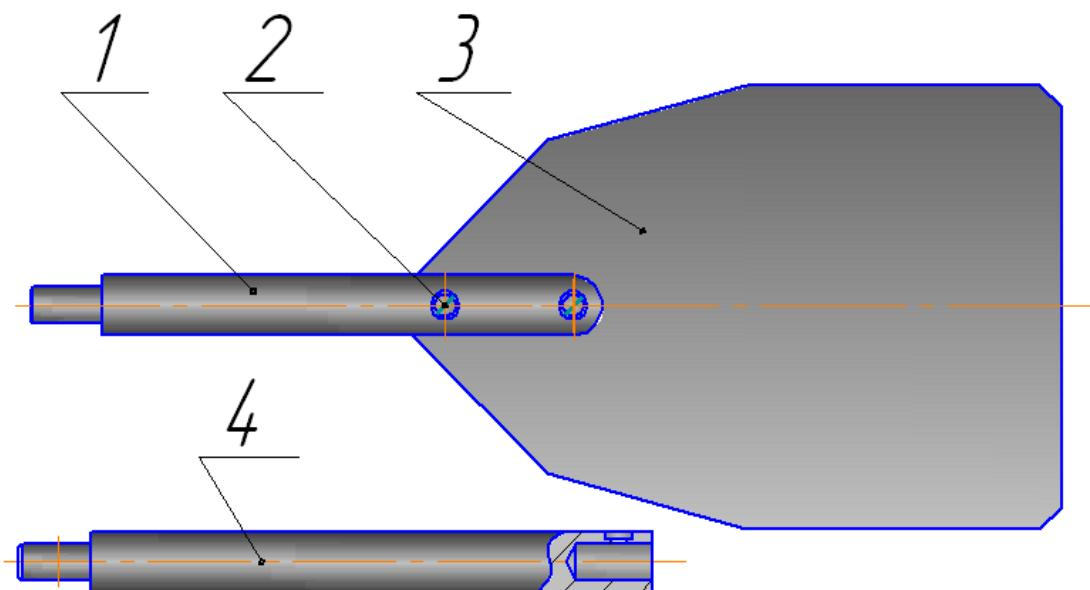

Рисунок 5.3
5.5.1 Стабилизатор (рисунок 5.3) состоит из штанги **1**, на конце которой с помощью винтов **2** закреплена сменная пластина **3**. Свободный конец штанги **1** при работе соединяется с корпусом вертушки и крепится в нем винтом. Стабилизатор имеет две пластины высотой 120 и 70 **мм**.
При измерении малых скоростей течения, примерно до 0,2 м/с, штанга стабилизатора **2** должна быть удлинена за счет штока **4**, входящего в комплект ЗИП измерителя (см. рисунок 5.3).